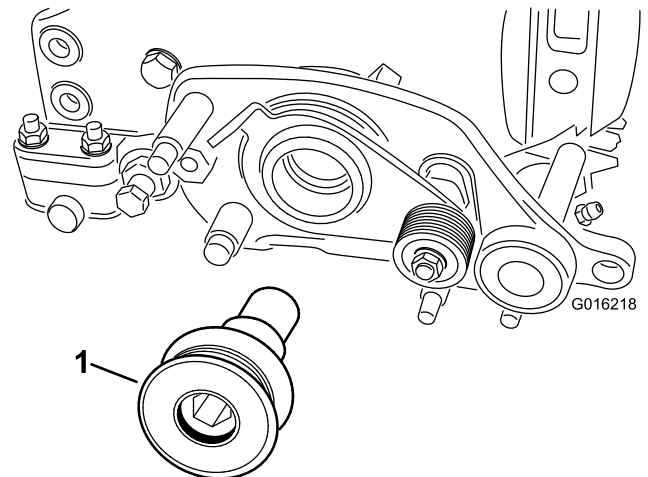

Figura 10
25. Fissate la puleggia motrice del groomer con l'albero del cilindro a destra del cilindro stesso e serratela a una coppia di 170 N·m (Figura 10).